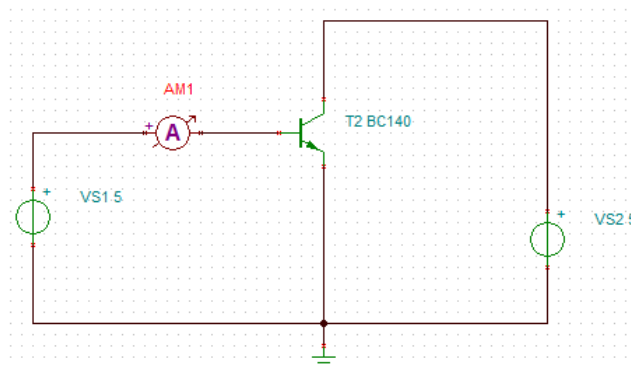

Рисунок 4.8 – Схема компьютерного моделирования биполярного транзистора
1. Собрать схему, показанную на рисунке 4.8. В компьютерной модели (рисунок 4.8) использован транзистор BC140 (аналог отечественного транзистора КТ630). Модель транзистора может быть задана преподавателем. Транзистор работает в усилительном режиме: эмиттерный переход смещён в прямом направлении, а коллекторный переход в обратном направлении (на эмиттер